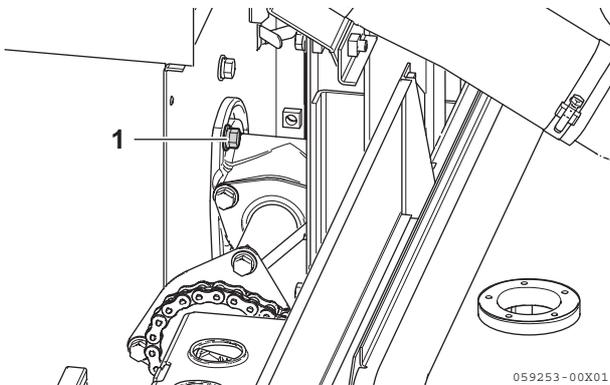

図 2-40
1. 組み付けかたの手順15.で組み付けたボルト (1) をゆるめます。(図 2-40)